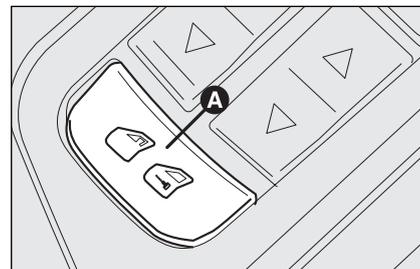

fig. 13
- pulsante **A**-fig. 13 di blocco/sblocco porte ubicato sulla mostrina del pannello porta lato guidatore;